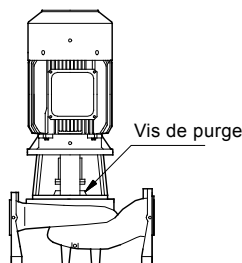

Fig. 4 Vis de purge
1. Fermer la vanne d'isolement du côté refoulement et desserrer la vis de purge placée sur la lanterne, voir fig. 4.
3. Purger la pompe pendant son démarrage en desserrant la vis de purge sur la lanterne jusqu'à ce qu'un filet de liquide sorte de l'orifice de purge, voir fig. 4.